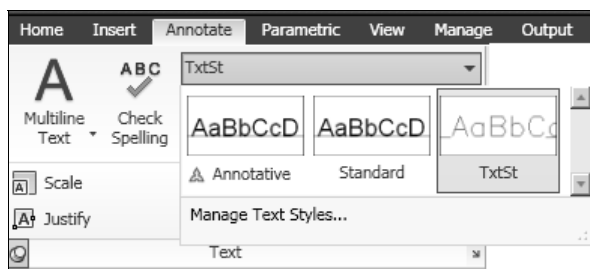

Рис. 11.5. Графическое меню на панели инструментов **Text** ленты **RIBBON**
- ♦ из графического меню панели инструментов **Text** (Текстовая) на ленте **RIBBON** (ЛЕНТА) (рис. 11.5).